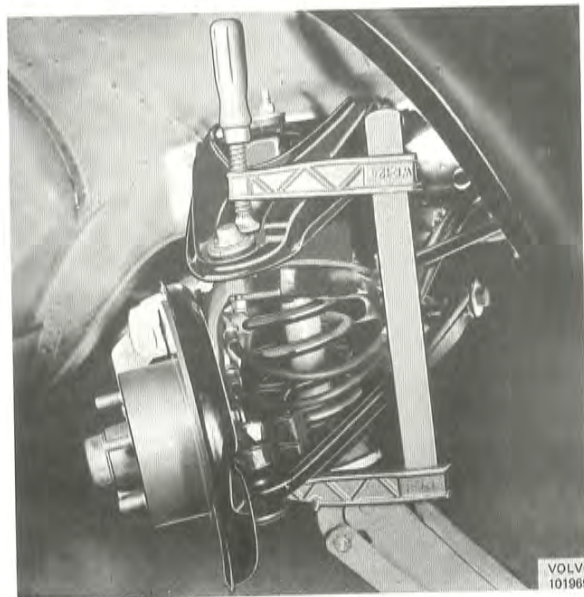

Bild 28. Övre kulle fasthålls av tving
2. Sätt spindeln på plats och dra fast kullledernas muttrar. (Vrid kullleden sig, kläm fast den med en skruvting enligt bild 28). Montera styrstag till styrarm.
3. Vrid ned länkararmen och dra muttrarna på länkararmsaxeln. Dra fast kulleiden mot spindeln. Om tappens roterar kläm fast den med en skruvtving enligt bild 28.
3. Montera spindeln och dra fast muttrarna för övre och nedre kullad. Om tapparna roterar kläm fast dem med en skruvtving enligt bild 28.
2. Montera fjädern. Hög upp domkraften och montera spindeln. Dra fast muttrarna för kullelederna. Om tapparna roterar kläm fast dem med skruvtving enligt bild 28.